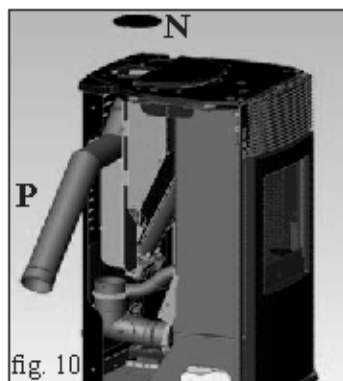

fig. 10
- Enlever le bouchon en fonte (N - fig. 10) en appui sur le plan supérieur et raccorder le conduit de sortie des fumées du côté de la poêle (P - fig. 10).